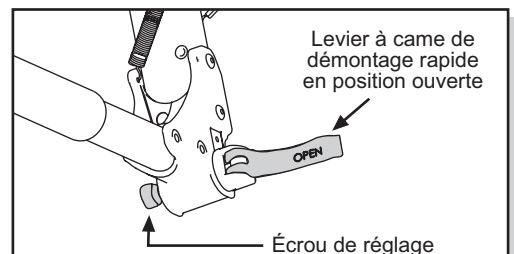
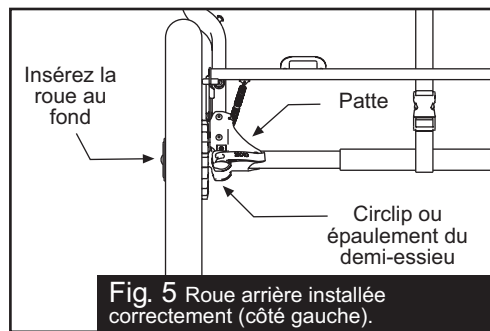
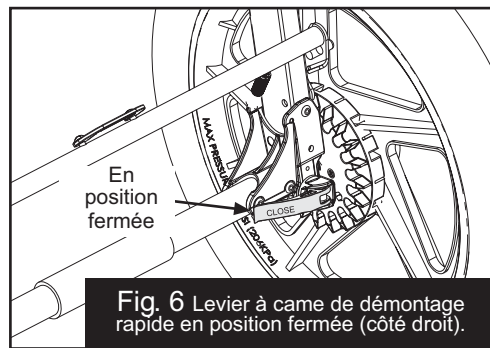
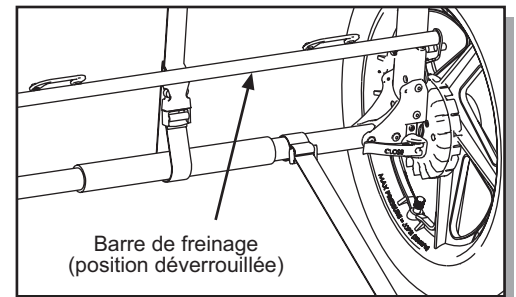

Fig. 4 Dispositif de démontage rapide de la roue arrière avec levier à came en position ouverte.
Fig. 5 Roue arrière installée correctement (côté gauche).
Fig. 6 Levier à came de démontage rapide en position fermée (côté droit).
Fig. 15 Frein de stationnement – position déverrouillée.
4. LES ROUES ARRIÈRE : Avant d'installer les roues arrière, placez la barre de freinage en position déverrouillée, tel qu'illustré à la figure 15. Placez le levier à came de démontage rapide de la roue arrière en position ouverte, tel qu'illustré à la figure 4. Insérez le demi-essieu de la roue arrière dans l'orifice qui se trouve à l'arrière de la patte. Si le demi-essieu ne s'insère pas facilement, desserrez à la main l'écrou de réglage du démontage rapide (Fig. 4). Remettez le demi-essieu dans la patte arrière en l'insérant complètement jusqu'à ce que l'épaule du demi-essieu ou son circlip vienne toucher la patte (Fig. 5). Mettez le levier à came de démontage rapide en position fermée (Fig. 6). Le mot « CLOSE » devrait être clairement visible et le levier à came de démontage rapide devrait presque toucher la patte. Lorsque le levier est correctement réglé, il faudra appliquer une force considérable afin de réussir à le fermer (37 à 50 PSI ou 165 à 222 N.m). Si vous ne sentez pas cette résistance (trop lâche ou trop serré), ramenez le levier de démontage rapide en position ouverte (Fig. 4) et réglez l'écrou de réglage (dans le sens des aiguilles d'une montre pour serrer, dans le sens contraire des aiguilles d'une montre pour desserrer). Placez le levier à came de démontage rapide en position fermée (Fig. 6).
de verrouillage. Pour vous assurer que le frein est bien mis, essayez de faire rouler la poussette de l'avant vers l'arrière, et vice versa, après avoir mis le frein. Si la poussette ne bouge pas, le frein est bien mis. Pour relâcher le frein de stationnement, soulevez la pédale rouge de la barre de freinage avec votre pied jusqu'à ce qu'elle se replace en position de déverrouillage (Fig. 15).